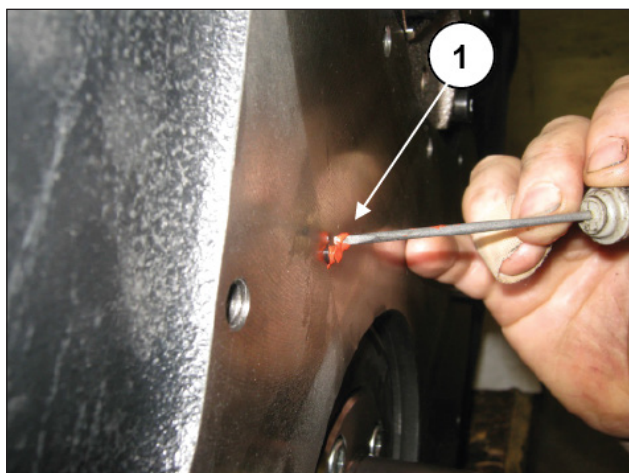
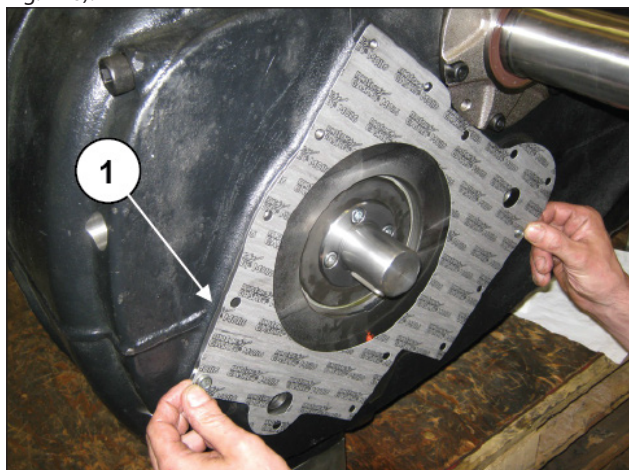

Fig. 116
Fig. 126
**Umettare con sigillante siliconico tipo MOTORSIL D (Arexons) tutte le zone di sporgenza delle tenute OR a contatto con le guarnizioni piane (Fig. 116, pos. ①).**
Montare il coperchio albero a gomiti con relativa guarnizione (previa umettatura degli OR sporgenti con sigillante siliconico - vedere Fig. 116 - e serrare la viti di fissaggio M8 (pos. ①, Fig. 121 - Fig. 122).
Montare la guarnizione piana (pos. ①, Fig. 126) previa umettatura degli OR sporgenti con sigillante siliconico (vedere Fig. 116).